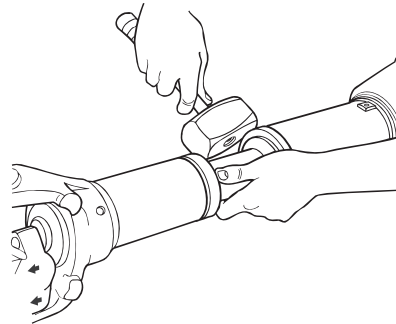
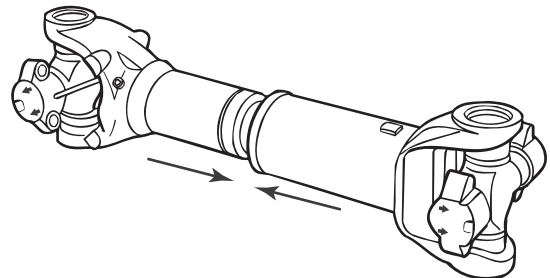

Figura 4.25
Figura 4.26
9. Use un martillo de bronce o cobre para golpear el protector sobre el sello. Tire juntas las secciones de la línea de transmisión. Figura 4.25 y Figura 4.26.